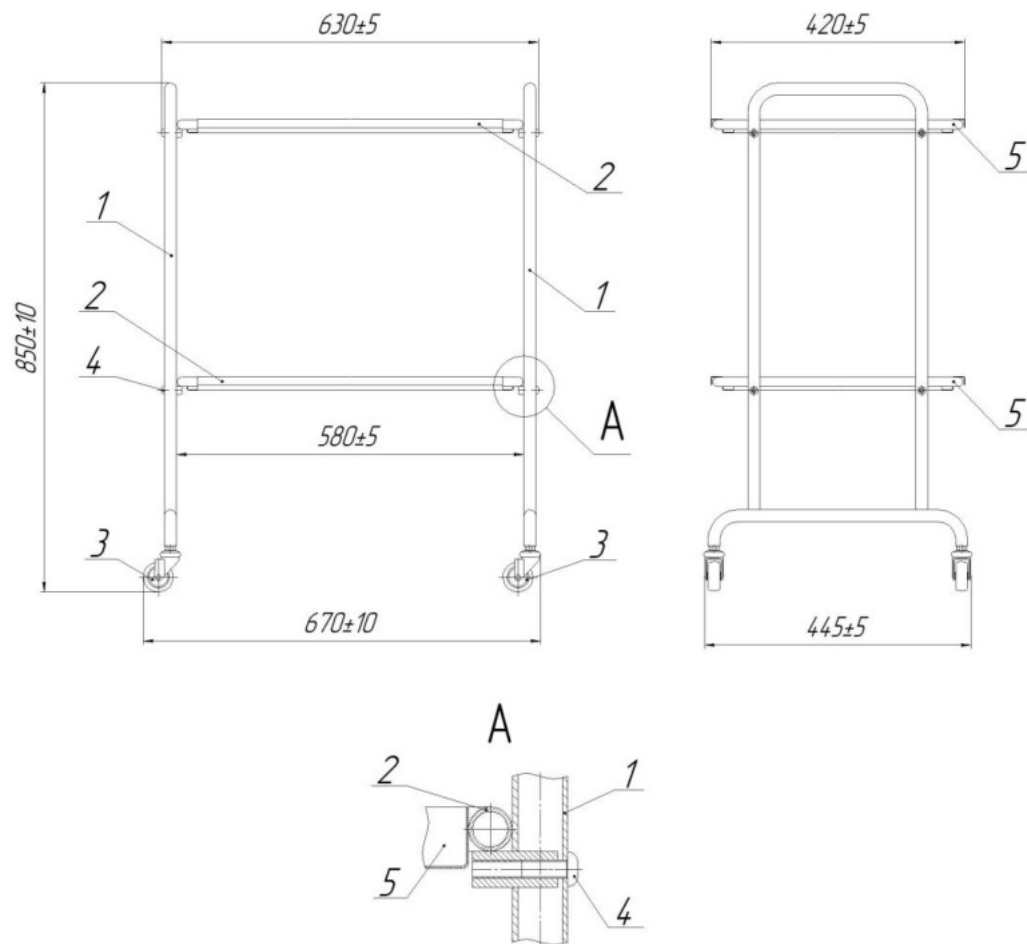

Рисунок 1 Столик медицинский инструментальный СМи-5 «Ока-Медик»
1.2. Габаритные размеры столика. см. рисунок 1.
1.3. Габаритные размеры верхней панели см. рисунок 1.
2.1. Столик (см. рис. 1) состоит из боковин (поз. 1) соединенных между собой рамками, на которых закреплены панели (поз. 2) на которых закреплены панели (поз. 5). Рамки закрепляются в боковинах болтами (поз. 4). Столик снабжен четырьмя самоориентирующимися колесами (поз. 3).
2.2. Порядок сборки столика (см. рис. 1). Распакуйте комплект и очистите его от упаковочного материала. Взять боковину (поз. 1) закрепить в ней рамки с полками (поз. 2), болтами М8 входящими в комплект поставки, (болты находятся в отдельном пакете или вкручены в места крепления), показано на (рис. 1. Вид А). Положить собранной боковиной на пол, взять вторую боковину и совместить отверстия в ней с соответствующими выступами рамки, закрепить болтами М8. Закрепить колеса (поз. 3) на соответствующие места в боковинах (см. рис. 1). Поставить столик на колеса. Протянуть резьбовые соединения рамок с боковинами и колёс с ножками. Все резьбовые соединения должны быть надежно затянуты.